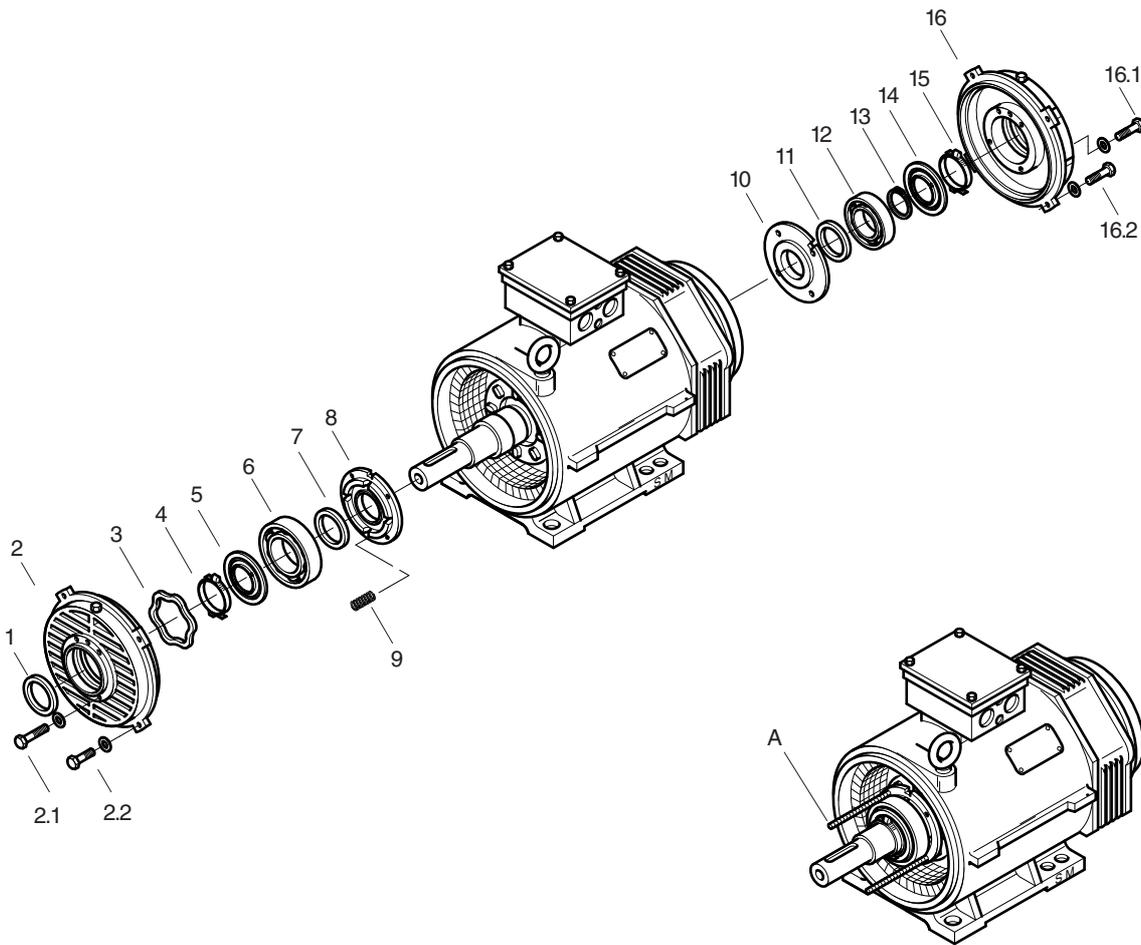

Figure 13: Changement de palier AH180 à AH315
5.5.2 Montage des roulements côté entraînement et côté opposé (→ Fig. 13) (Pour les roulements à rouleaux côté entraînement, voyez 5.5.4)